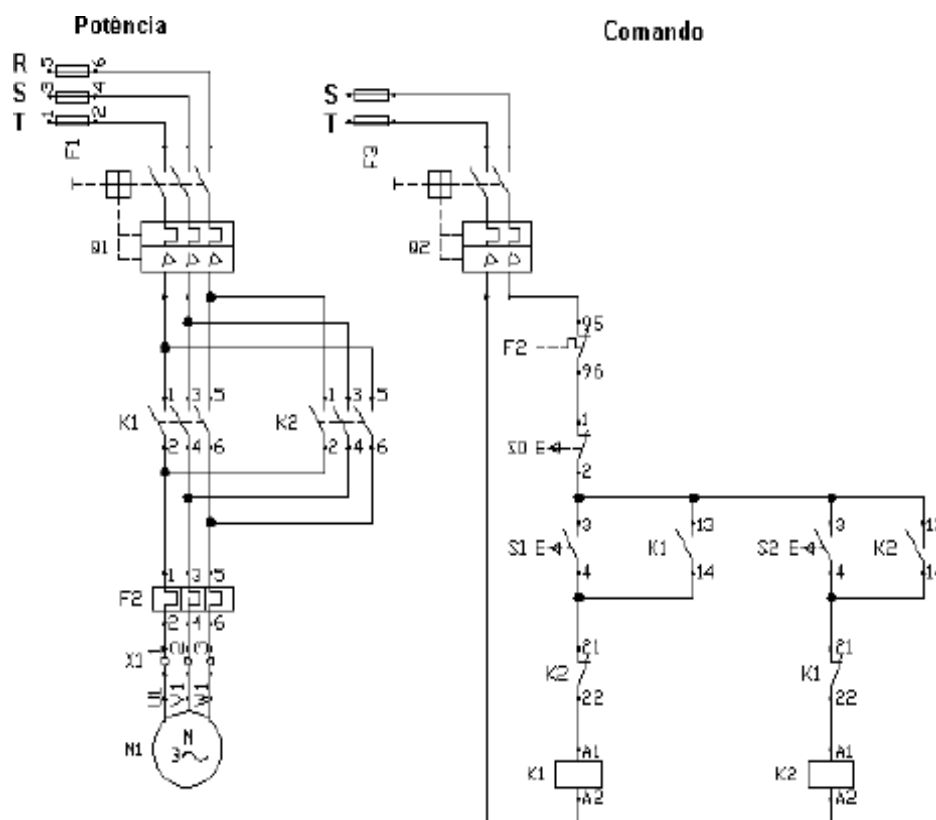

Fig. 8.1 - Circuitos de comando e potência para uma partida com reversão
8) Partida de Motor Elétrico com reversão (Fig. 8.1)